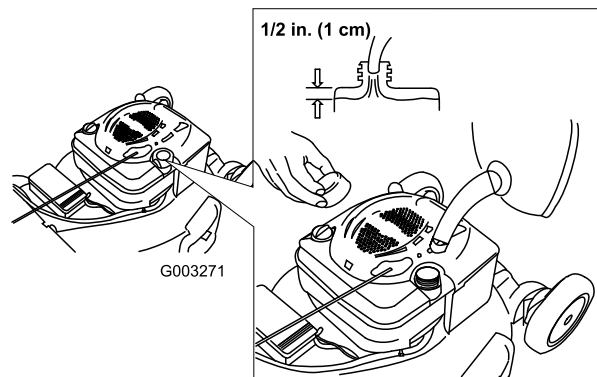

Figure 9
1. Nettoyez la surface autour du bouchon du réservoir de carburant et enlevez le bouchon (Figure 9).